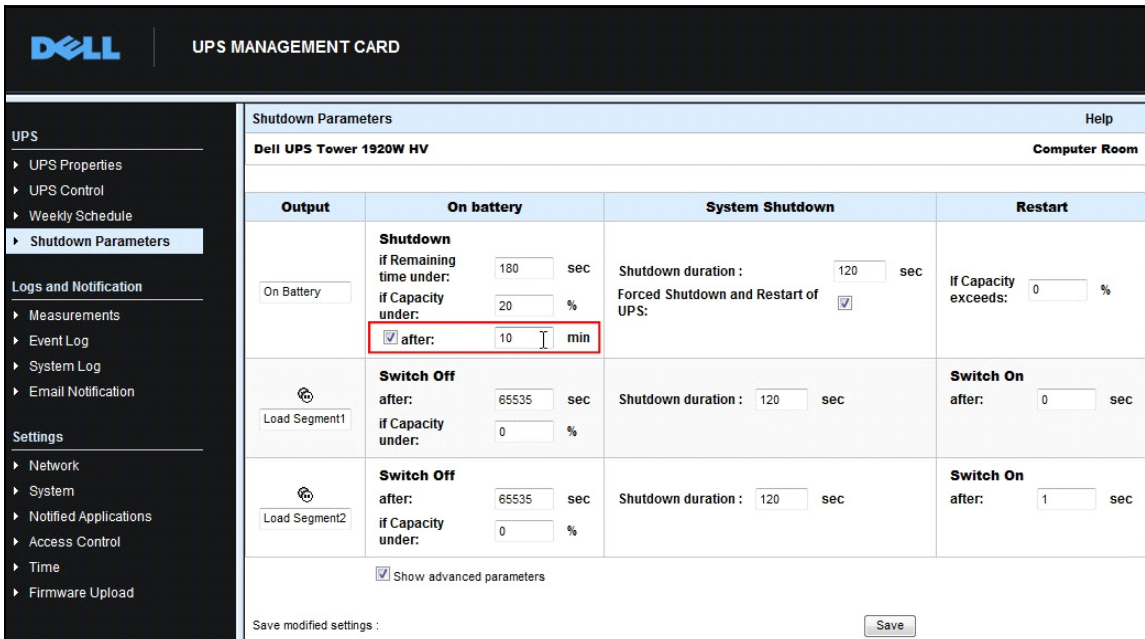

Abbildung 90. Parameter der Dell Netzwerkmanagementkarte zum Herunterfahren
- Abbildung 90 veranschaulicht die Konfiguration zum Herunterfahren der Dell Netzwerkmanagementkarte, die über **UPS > Shutdown Parameters** (USV > Parameter zum Herunterfahren) abgerufen werden kann.